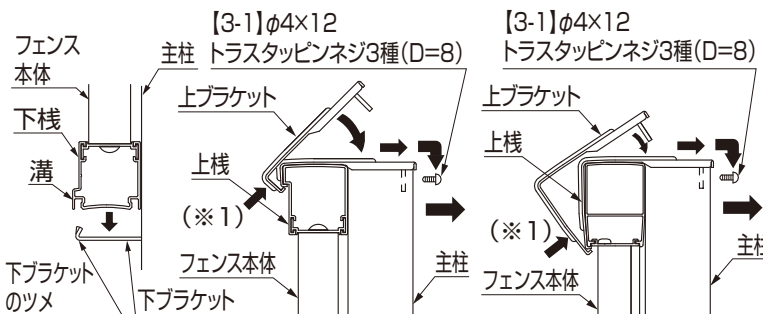

図2-2 図2-3 プレスタの場合 図2-4 ライシスの場合
- ① 下栈は、下ブラケットに押し込んでしっかりと取付けてください。(図2-2参照)